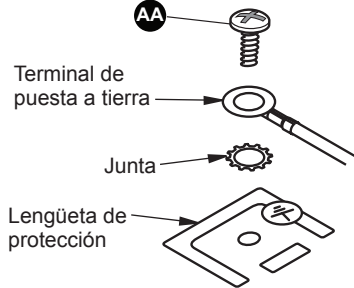

Figura 4 - Instalación de terminal de puesta a tierra a la cubierta superior
4. Conecte el terminal de tierra de la cubierta superior con 1) M4.2X8 tornillo (AA). Consulte el diagrama de cableado, página 31. Asegúrese de insertar la junta entre la lengüeta de protección y el terminal de puesta a tierra (consulte la figura 4).